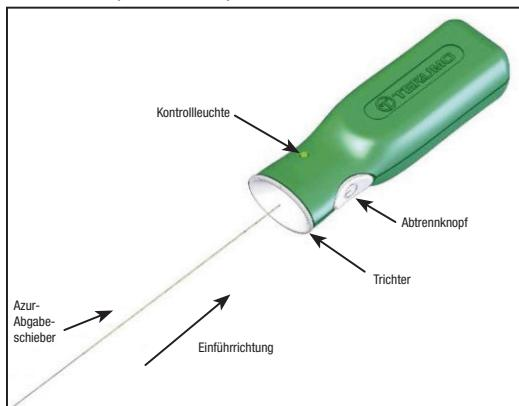

Abbildung 4 – Azur-Abtrennregler
- Der Beutel des Azur-Gefäßverschlusskörpers öffnen und das Verteilerband aus dem Verteilerband entfernen. Vor der Verwendung des Produkts den Keil aus dem Verpackungsband entfernen. Während das Implantat des Azur-Gefäßverschlusskörpers und das Einführgerät an Ort und Stelle gehalten werden, den Schieber aus dem Verteilerband ziehen, so dass das proximale Ende des Abgabeschiebers freigelegt ist. Es ist darauf zu achten, dass dieses Ende des Abgabeschiebers nicht mit Fremdstoffen wie Blut oder Kontrastmittel verunreinigt wird. Das proximale Ende des Abgabeschiebers fest in den Trichterabschnitt des Azur-Abtrennreglers einsetzen. Siehe Abbildung 4. Den Abtrennknopf zu diesem Zeitpunkt nicht drücken.
31. Das proximale Ende des Abgabeschiebers mit dem Azur-Abtrennregler verbinden, indem das proximale Ende des Abgabeschiebers fest in den Trichterbereich des Azur-Abtrennreglers eingefügt wird. Siehe Abbildung 4.